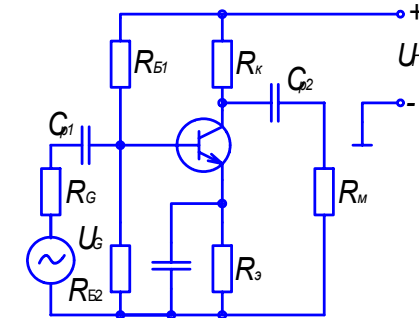

Рис. 1 Принципиальная электрическая схема усилительного каскада.
1. Для усилительного транзисторного каскада (рис. 1):
Вычертить принципиальную электрическую схему транзисторного усилительного каскада (рис. 1).